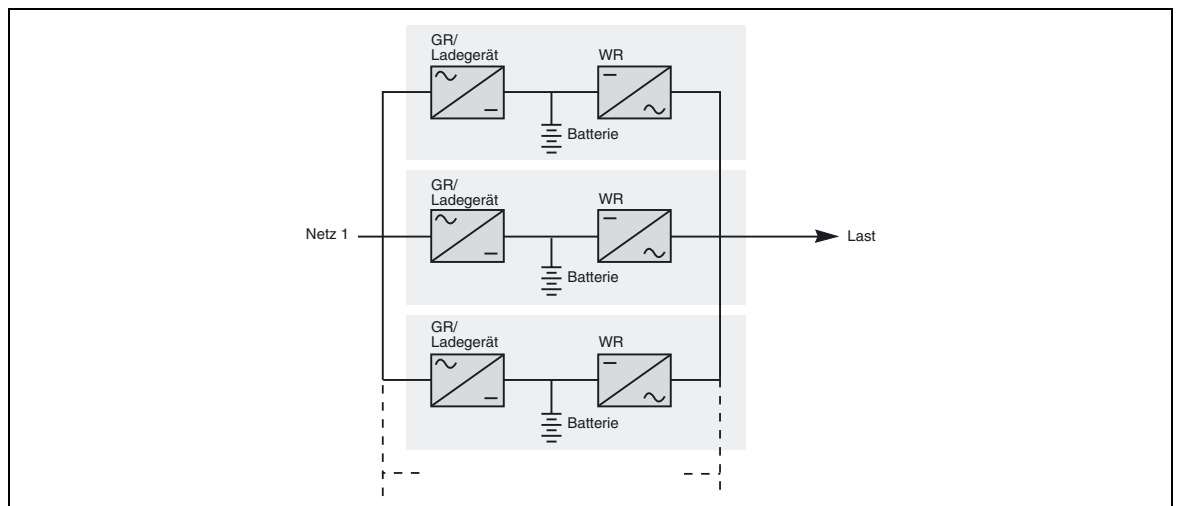

Abb. 6
- Frequenzwandler-Parallelanlage mit Batterien: Abbildung 6.